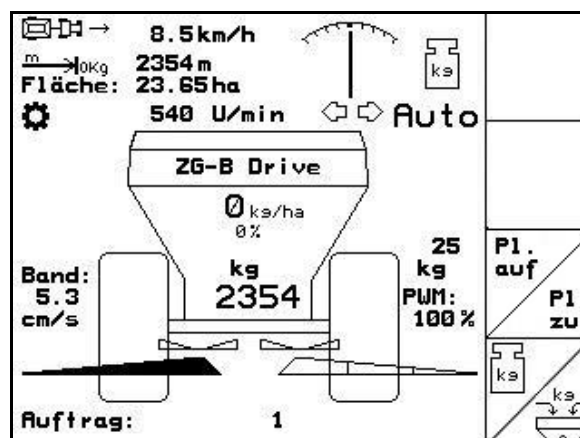

Fig. 68
- En el menú de trabajo (Fig. 68).